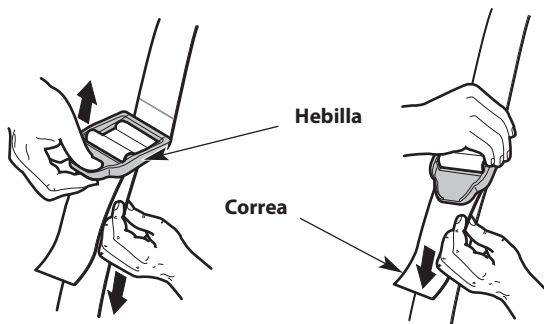

Fig. 6
4. Ajuste la correa de hombro para adecuarla al operador (Fig. 6). Tire de la hebilla hacia arriba para aflojar la correa. Tire de la correa hacia abajo para ajustarla.